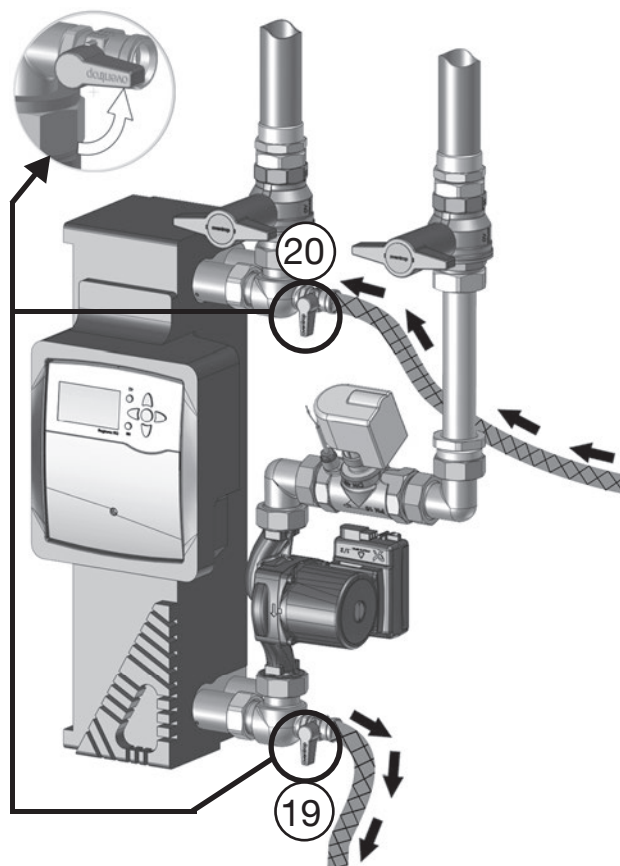

fig. 5.14: Comience el proceso de lavado para limpiar el circuito del acumulador
5. Abra lentamente ambas válvulas de bola para comenzar el proceso de lavado (fig. 5.14) que debería durar al menos 5 minutos.